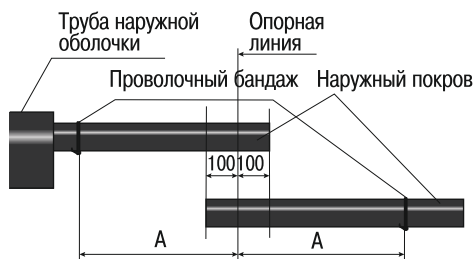

Рисунок 1
4.2 Установить соединяемые концы кабелей в приспособлении для монтажа соединительных муфт внахлест не менее 100 мм от опорной линии (рисунок 1), закрепить их.
4.5 На п/э рукав надеть трубу наружной оболочки (рисунок 1).